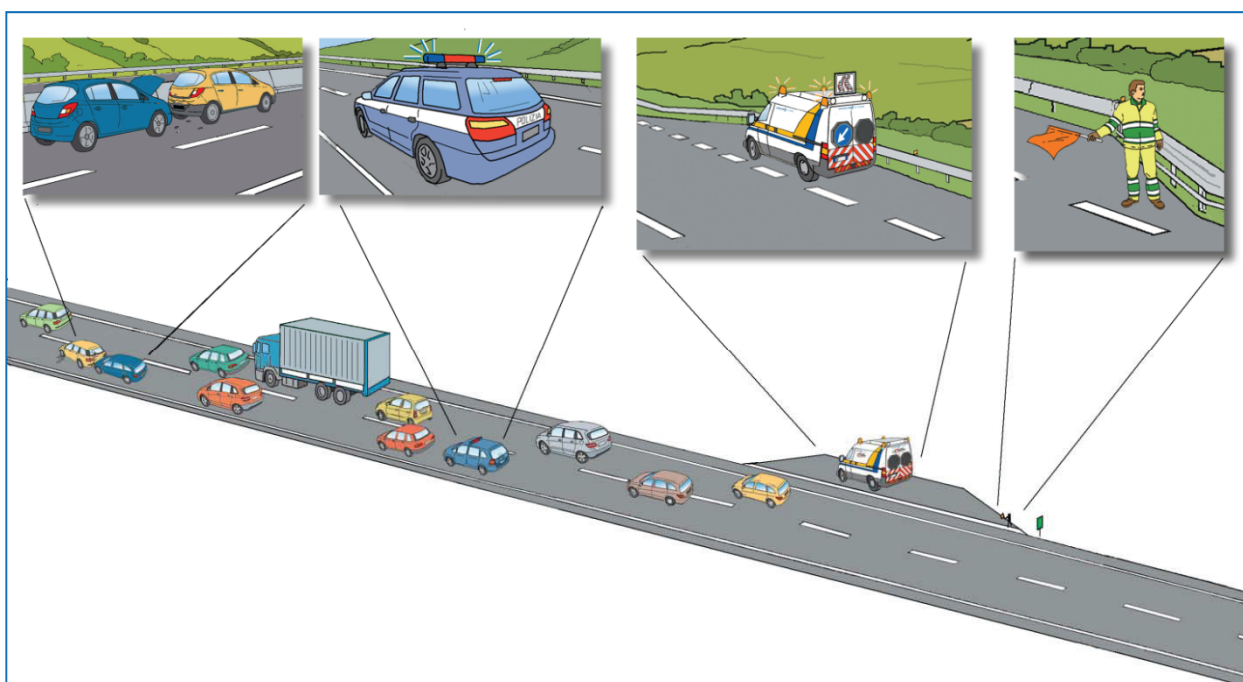

Fig. 15
- contribuire al segnalamento rimanendo all'interno della piazzola, in anticipo, per quanto possibile, rispetto alla posizione del mezzo; la Polizia Stradale o il secondo mezzo potranno in questo modo portarsi direttamente con il veicolo di servizio sul punto dell'evento (fig.15)